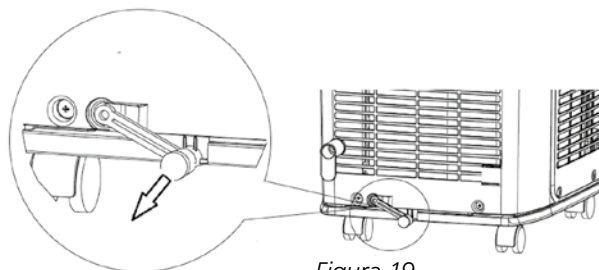

Figura 19
- 1 Smontare il tappo di gomma (vedere la figura 19).